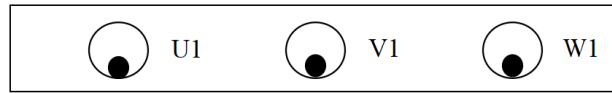

图 1 (Y 接)
- 4.9 电动机设有一个接线盒，适用于橡胶和塑料电缆。接线盒内还设有一个接地螺栓供用户接地使用，电动机的接线方式为 Y 接，接线方法如图 1。
- 4.11 电动机主体结构见图 1